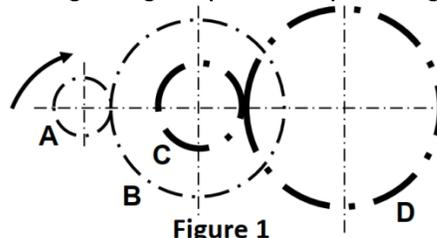

Figure 1
1. On considère le système d'engrenage représenté par la figure 1 ci –contre.